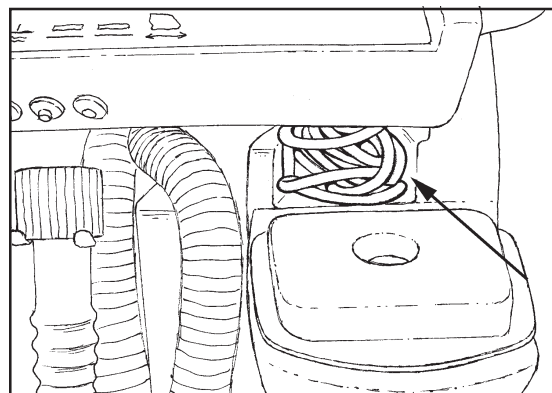

Figure 29
2. Rangez le câble d'alimentation CA du chargeur dans le compartiment de rangement de la machine (Voir Figure 29).